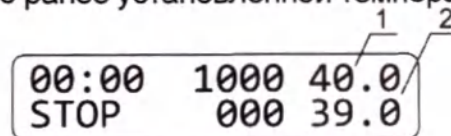

Рисунок 5. Дисплей после калибровки: 1. Установленная температура; 2. Текущая откалиброванная температура
- 6.4.8. Дисплей покажет откалиброванные значения температуры (рис. 5/1) и прибор продолжит термическую стабилизацию согласно ранее установленной температуре.